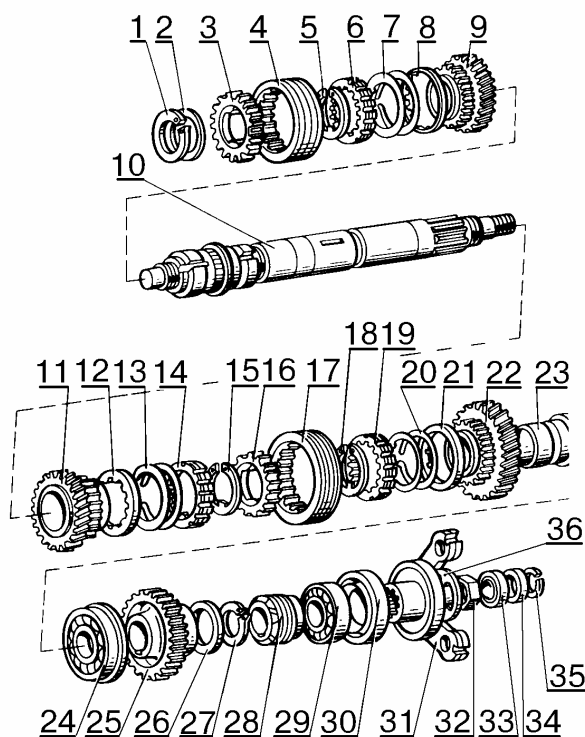

Рис.29. Детали вторичного вала:
- снять втулку 23, рис.29, шестерни I передачи (отвертка плоская);
- снять муфту 4, рис.29, синхронизатора и пружинную шайбу 2;